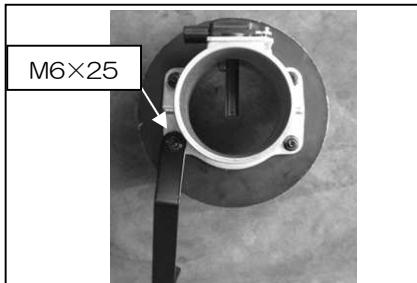

図7
- ②組み立てたエアフロアダプターと、アダプター、ステーを図7、8を参考に組み立てます。